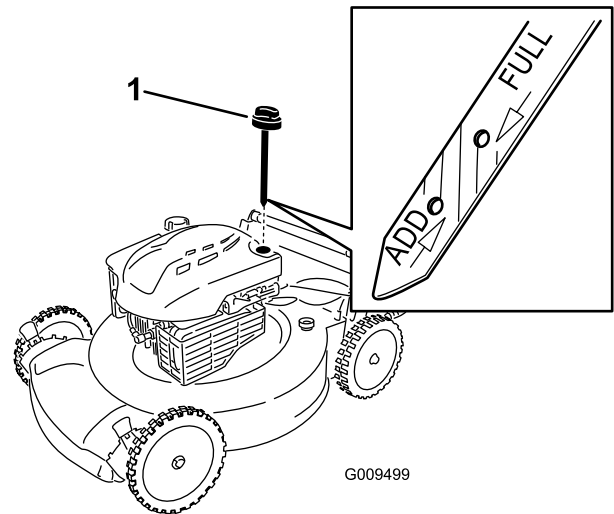

Figura 18
2. Togliete l'asta di livello (Figura 18).
4. Versate **lentamente** l'olio nel tubo di riempimento finché non raggiunge il segno di **pieno** sull'asta (Figura 18). **Non riempite troppo.** (Riempimento massimo: 0,59 litri, tipo: olio detergente SAE 30 con service classification API SF, SG, SH, SJ, SL o superiore.)